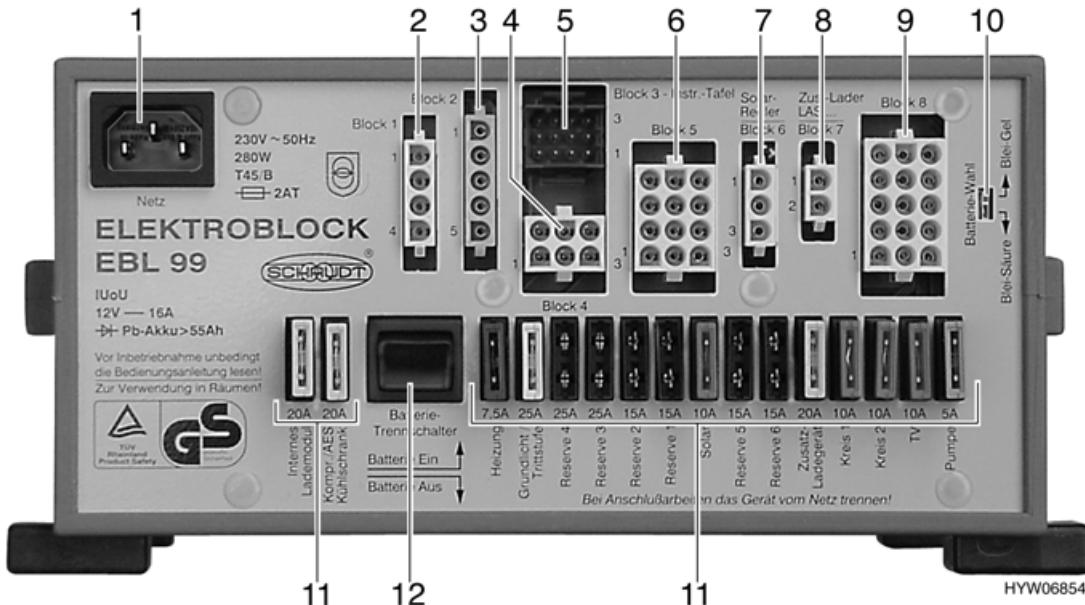

Bild 61 Elektroblock EBL 99
Der Elektroblock (Bild 61) befindet sich im Beistellschrank unter dem Beifahrerfenster.
Der Batterie-Trennschalter (Bild 61,12) schaltet alle 12-V-Verbraucher des Wohnbereichs aus, auch das Sicherheits-/Ablassventil der Heizung. Dadurch wird eine langsame Entladung der Wohnraumbatterie vermieden, wenn das Reisemobil über längere Zeit nicht benutzt wird (z. B. vorübergehende Still-Legung).
- Die werkseitige Einstellung des Batterie-Wahlschalters (Bild 61,10) ("Blei-Gel") nicht verändern.